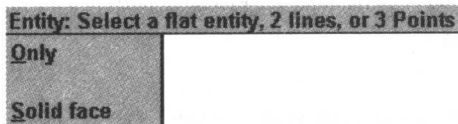

图 1-4
1) 选择该命令, 系统在主菜单区显示图素选择子菜单, 如图 1-4 所示。
1) 选择该命令,系统在主菜单区显示图素选择子菜单,如图 1-4 所示。